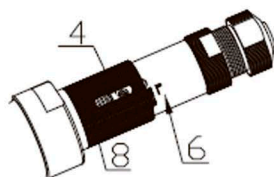

Рис.9
2. Регулирующую втулку 8 необходимо совместить с ограничительной втулкой 6 так, чтобы полностью совместились пазы, расположенные на них (Рис. 9)